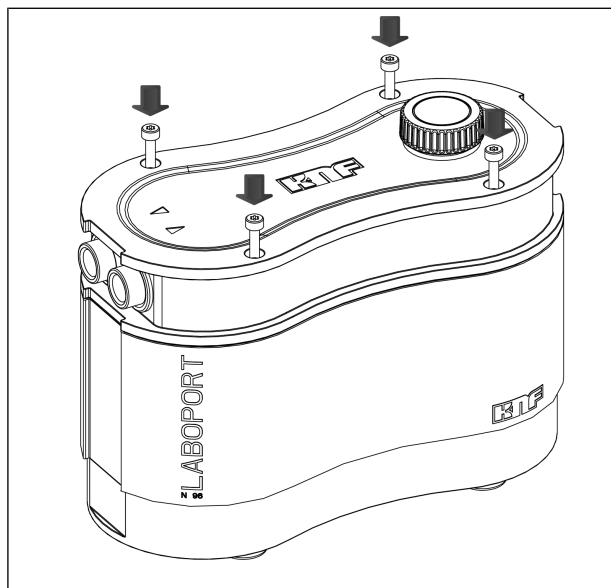

Fig.13: Serrage des vis du carter
3. Resserrez les quatre vis de carter (1) en croix (couple de serrage : 190 à 200 Ncm) (voir Fig. 13).